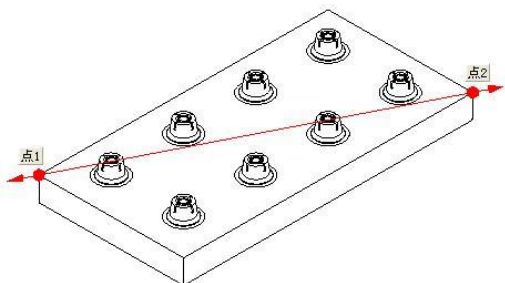

图5-19
10. 在【曲线】工具条中单击【直线】按钮，弹出【直线】对话框，通过两点绘制线段，结果如图 5-19 所示。